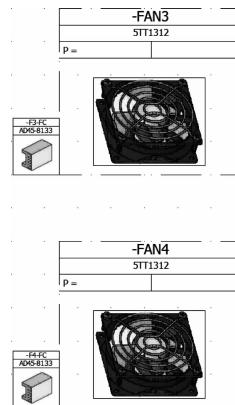

图 1-5 插入连接器
**步骤7 插入 FAN4 连接器** 重复以上过程，如图 1-5 所示插入相同符号，关联到-FAN4，并关联符号到=F1-F4-FC。